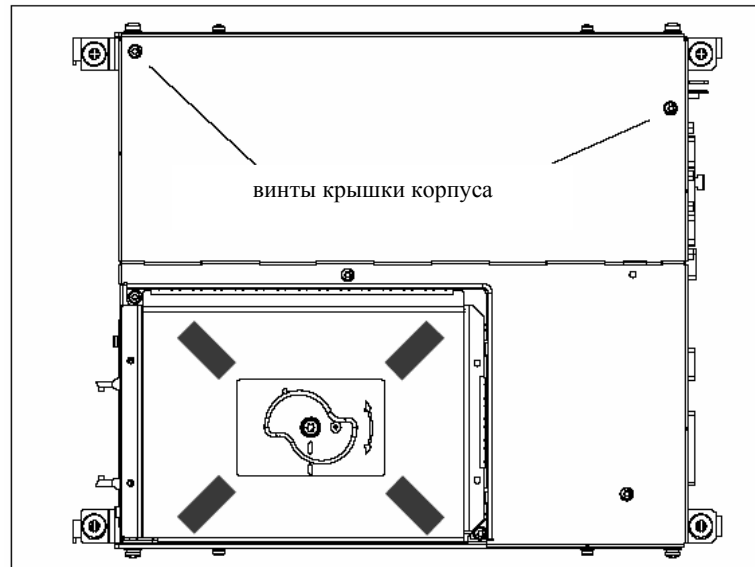

Рис. 2-15 Крышка корпуса PCU 50
3. Открутить винты крышки корпуса (рис. 2-15) и открыть корпус ВУ с соблюдением общих мер безопасности.